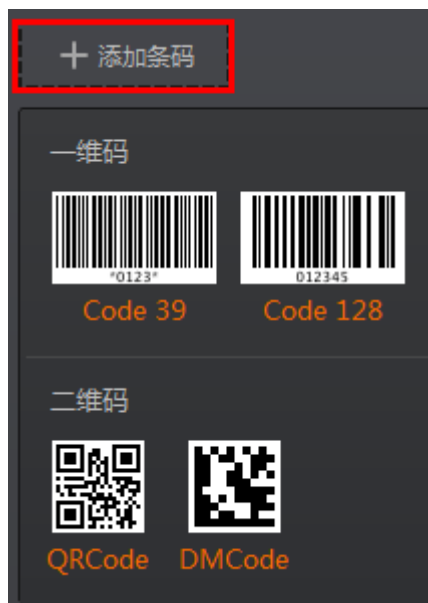

图3-11 添加条码
1. 点击左上角的“+添加条码”, 会显示当前读码相机支持的一维码或二维码类型, 如图 3-11 所示。